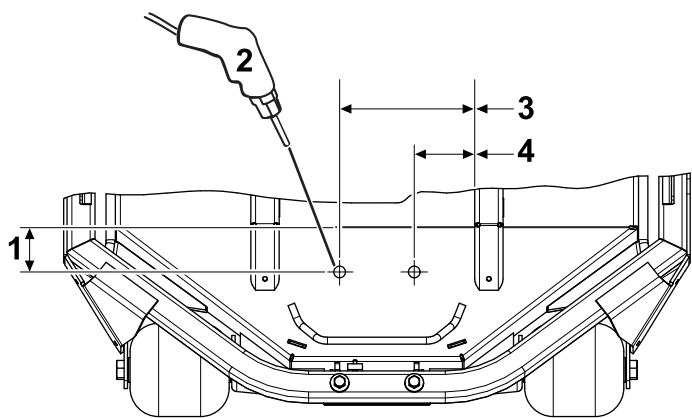

Рисунок 1
2. Используя размеры, показанные на Рисунок 1, определите расположение и просверлите два сквозных отверстия диаметром 7/16 дюйма в режущем блоке.